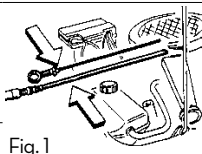

Fig. 1
- A** Dopo aver tolto l'asta di controllo livello dal motore verificarne la lunghezza. Per avere una indicazione precisa di quanto deve penetrare la sonda è utile accostare l'asta di controllo livello alla sonda stessa (Fig. 1). Una introduzione superiore od inferiore impediscono il corretto funzionamento.